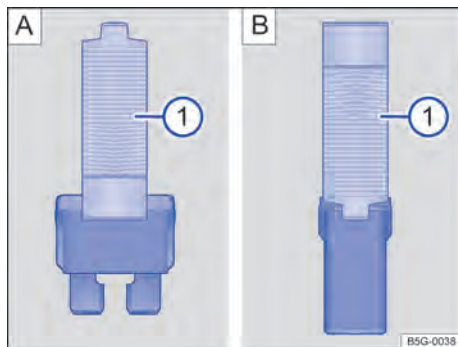

Fig. 180 Retirar ou colocar o fusível com a pinça de plástico: **A**: fusível plano, **B**: fusível de bloqueio.
- Se necessário, retirar a pinça de plástico → Fig. 180 [1] da cobertura da caixa de fusíveis.
- De acordo com a versão do fusível, colocar as garras adequadas do alicate plástico → Fig. 180 [A] [1] ou → Fig. 180 [B] [1] lateralmente no fusível.